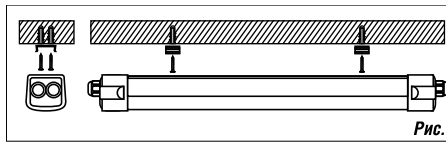

Рис. 1
- Для установки светильника накладным способом монтажа наметьте место будущей установки светильника и просверлите отверстие. Закрепите монтажные скобы, как показано на Рис. 1, и установите светильник. Убедитесь, что светильник надежно закреплен на монтажной поверхности.